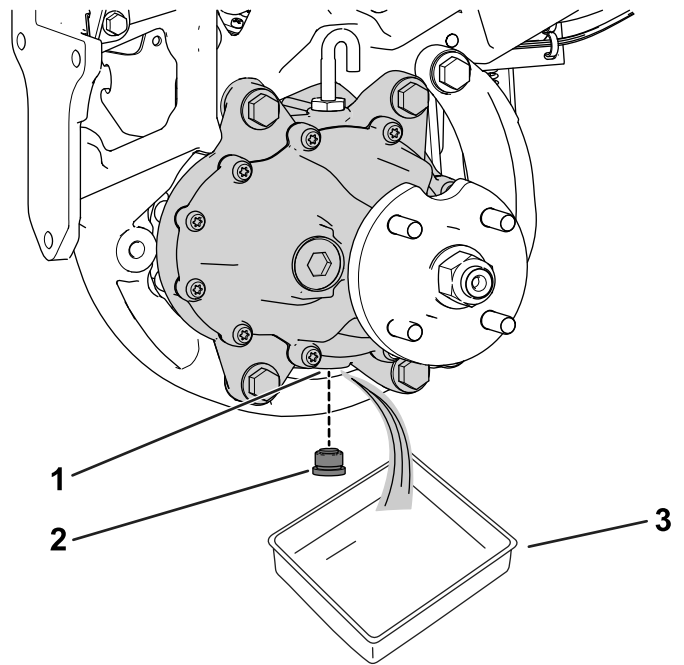

Figura 58
3. Puneți o tavă de golire sub ansamblul motorului roii (Figura 58).
4. Scoateți buonul din orificiul de golire (Figura 58).
6. Introduceți buonul în orificiul de golire (Figura 58).